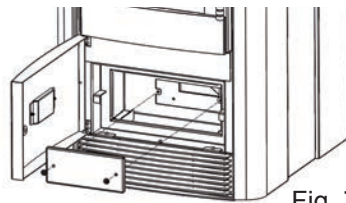

Fig. 7
- Estrarre il cassetto raccogli-cenere e svitare i dadi esagonali ( chiave da 10 ) del tappo d'ispezione; ( Fig. 7 )